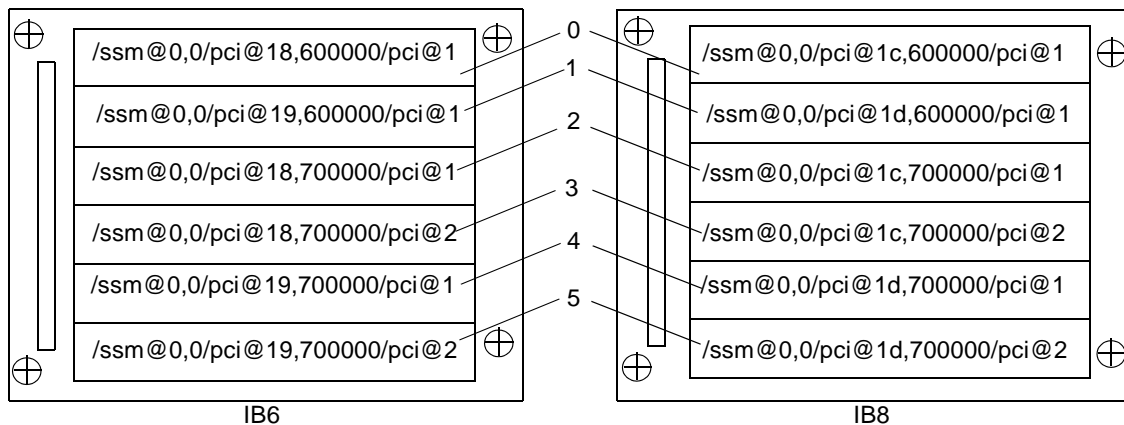

FIGURE A-3 Affectation des emplacements physiques de la carte CompactPCI à 6 emplacements sur les systèmes Sun Fire 3800
2. **Utilisez la FIGURE A-3 pour identifier l'emplacement d'après le bloc d'E/S et le numéro d'emplacement physique.**
La FIGURE A-3 illustre l'affectation des emplacements physiques de la carte CompactPCI Sun Fire 3800.